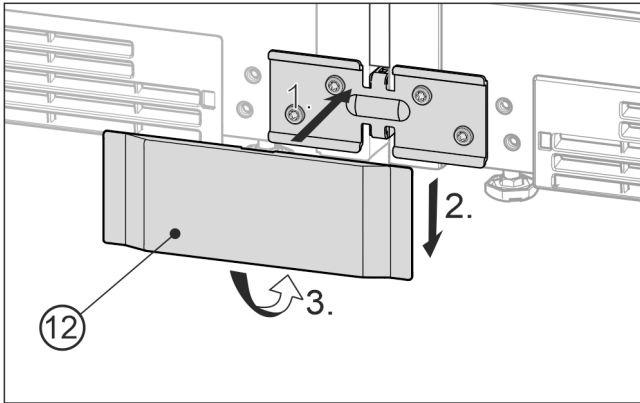

Fig. 24 Esimerkkikuva
- ▶ Aseta alempi suojus Fig. 24 (12) edestä kulmalle Fig. 24 (1) työnnä se alas Fig. 24 (2) ja lukitse se paikoilleen alas Fig. 24 (3).